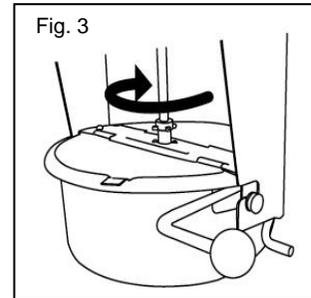

Fig. 3
- 11) Switch ON the Stirrer switch (2). (Fig. 3)